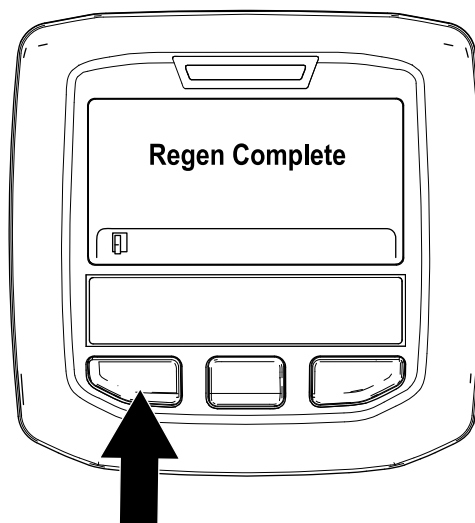

Figura 46
- La rigenerazione parcheggiata è completa quando nell'InfoCenter appare il messaggio "Rigen. completa". Premete il pulsante sinistro per uscire e tornare alla schermata Home (Figura 46).